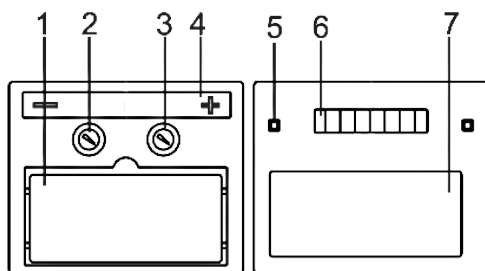

Рис. 2
4.2 Общий вид элементов светофильтра представлен на рис. 2
5.4 Степень светлого состояния светофильтра составляет 4 DIN. Регулятором (рис.2 поз.3) можно настроить время изменения в светлое состояние из тёмного состояния в диапазоне 0,1-1,0 секунды в зависимости от потребности.
7.3 Если щиток не использовался в течение длительного времени следует обратить большое внимание на чистоту датчиков электродуги (рис. 2 поз.5). При необходимости очистите их от пыли.
Для проверки работы светофильтра используйте лампу мощностью более, чем 40 Вт. Поднесите лампу близко к датчикам электродуги (рис.2 поз.5), светофильтр должен потемнеть.